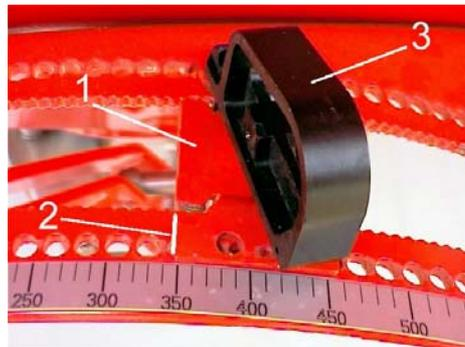
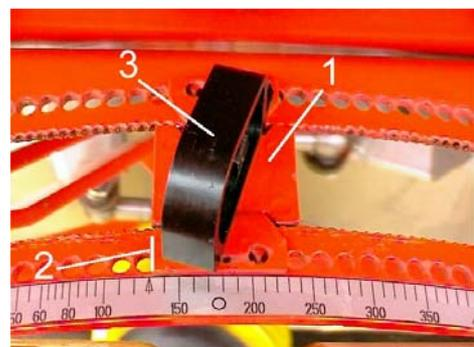

Bild 1 Dosierschiebereinstellung 350
Bild 2 Dosierschiebereinstellung 130
Beim Verstellen des Anschlages um ein Loch verstellt sich der Anschlag um zwei Positionen. Soll nur eine Position verstellt werden, so ist der Ziehgriff (3) am Anschlag zu drehen und in die versetzten Löcher einzurasten (siehe Bild 1 und Bild 2).